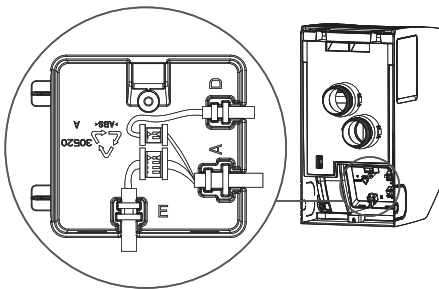

Рис. 12.
5. Открутите один винт и откройте крышку электрического блока Модуля приточно-вытяжной вентиляции, расположенного с внутренней стороны прибора. Через специальный паз (А на рис.12) пропустите кабель питания из комплекта поставки модуля. Соедините малый и большой разъемы модуля и кабеля питания между собой до щелчка. Закройте крышку электрического блока Модуля и зафиксируйте винтом.